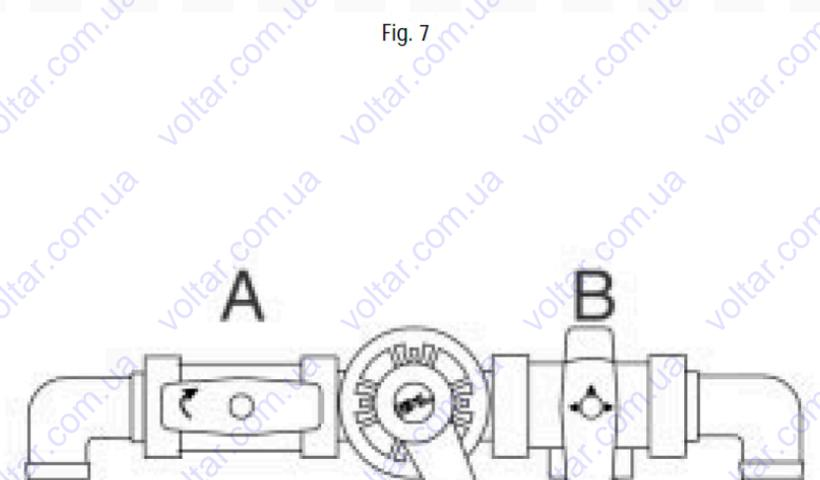

Fig. 8
- 2) Заполнение оборудования: Откройте проточный кран тройного клапана (B) и клапан притока чистой воды, направьте регулятор потока (I) на тройной клапан (B), закройте двойной клапан (A) и вставьте тройной клапан как показано на рис. 8.